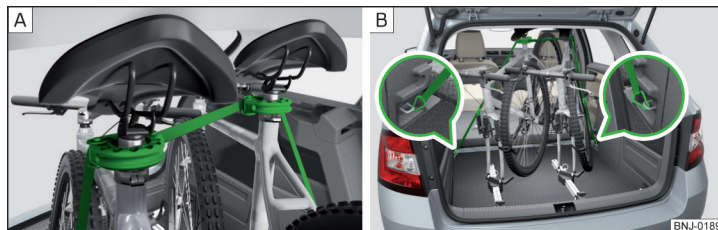

Fig. 109 Assicurare la stabilità delle biciclette con una cinghia
- In caso di trasporto di due biciclette, tendere la cinghia tra le selle, facendo in modo di avvicinare le due biciclette » fig. 109 - **A**.
- Attaccare i moschettoni a carabina posti alle estremità della cinghia negli occhielli di ancoraggio inferiori dietro i sedili posteriori » fig. 109 - **B**.